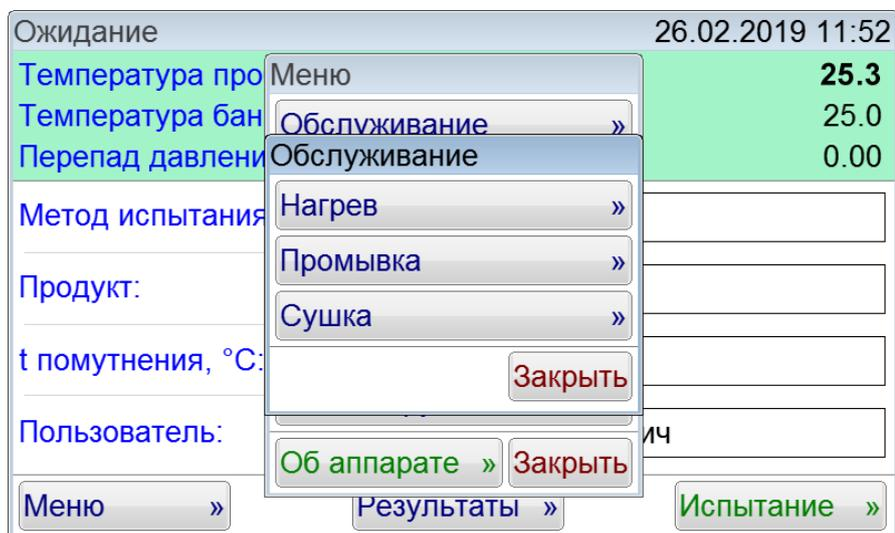
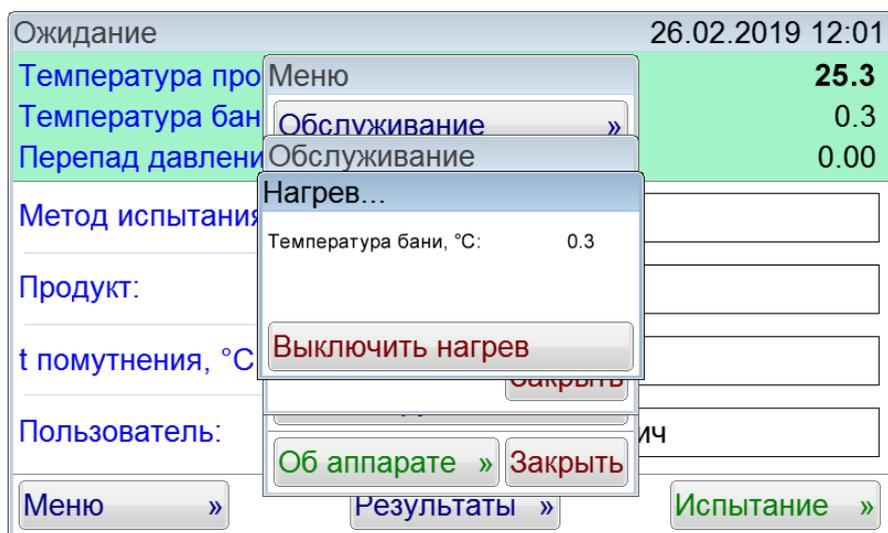

Рисунок 8 – Подменю «Обслуживание»
Рисунок 11 – Окно «Нагрев»
4.3.6 Если в пипетке остались остатки ацетона, то необходимо провести сушку. Для проведения сушки нужно снять колбу с блока технологического, чтобы при работе насоса остатки ацетона в колбе не попали в двухходовой клапан. Далее зайти в [Меню] и нажать кнопку «Обслуживание». После этого появится подменю «Обслуживание» (рисунок 8).
4.3.7 Если температура бани ниже -10°C , то необходимо провести ее нагрев. Нагрев позволяет осуществить повышение температуры бани за счет использования встроенного нагревателя. Для осуществления нагрева необходимо зайти в [Меню] и нажать кнопку «Обслуживание» (рисунок 8). В появившемся подменю «Обслуживание» нажать кнопку «Нагрев». Нагрев бани будет происходить до тех пор, пока температура бани не достигнет 25°C . Для того, чтобы закончить нагрев до достижения температуры 25°C , необходимо нажать «Выключить нагрев» (рисунок 11).